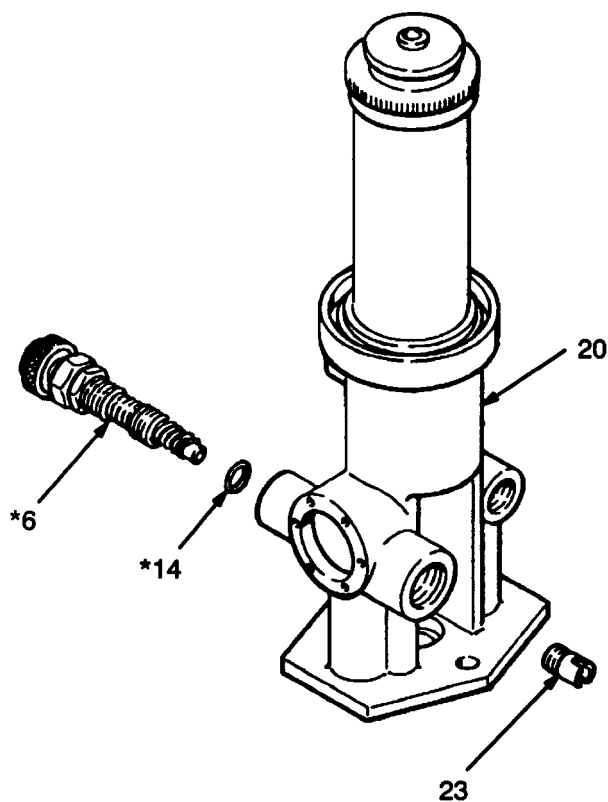

Fig. 4
1. Allentare la vite esagonale sullo stelo della valvola (6*) e rimuovere lo stelo e l'O-ring (14*) dalla base (20). Ved. Fig. 4.
2. Utilizzare un cacciavite per rimuovere la sede della valvola (23).